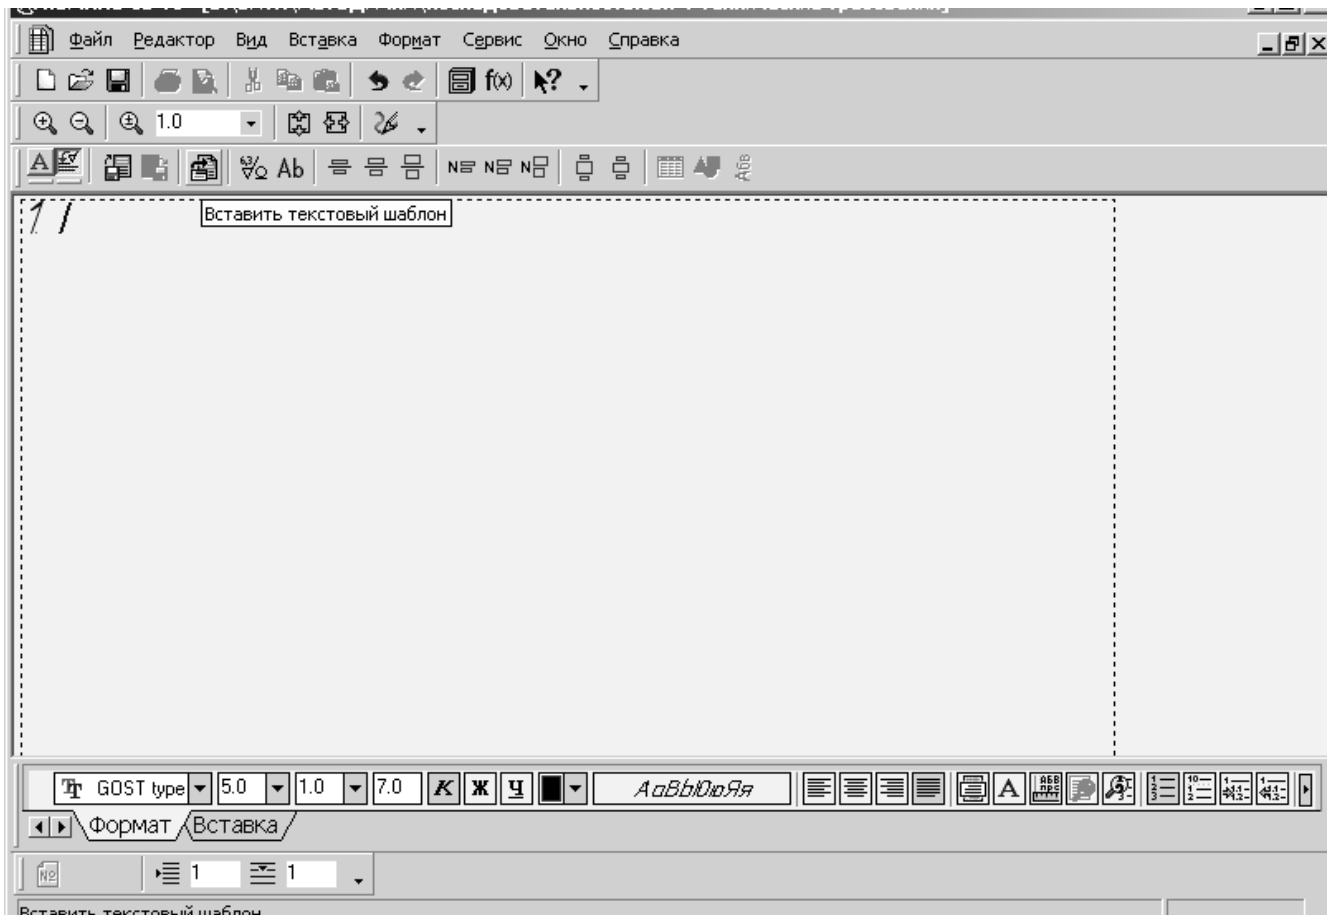

Рис.45.
3. Для ввода технических требований следует выполнить команду **Главное меню**⇒**Вставка**⇒**Технические требования**⇒**Ввод**. Появится окно (рис.45).
4. В нижней части окна находится такое же меню, как в текстовом редакторе Word. Создать новый список. Выполнить команду **Вставить текстовый шаблон** (см.рис.45). В появившемся меню выбрать **Свойства материалов**⇒**45..50 HRCэ**. При этом должен появиться флажок.